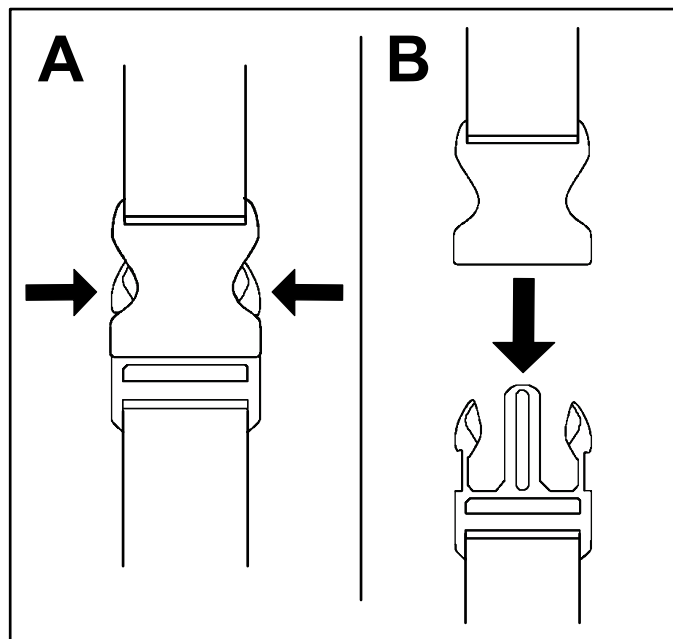

Figura 7
1. Apăsai pe lateralele catramei (A din Figura 7).
2. Permiteți catramei să se desprindă (B din Figura 7).